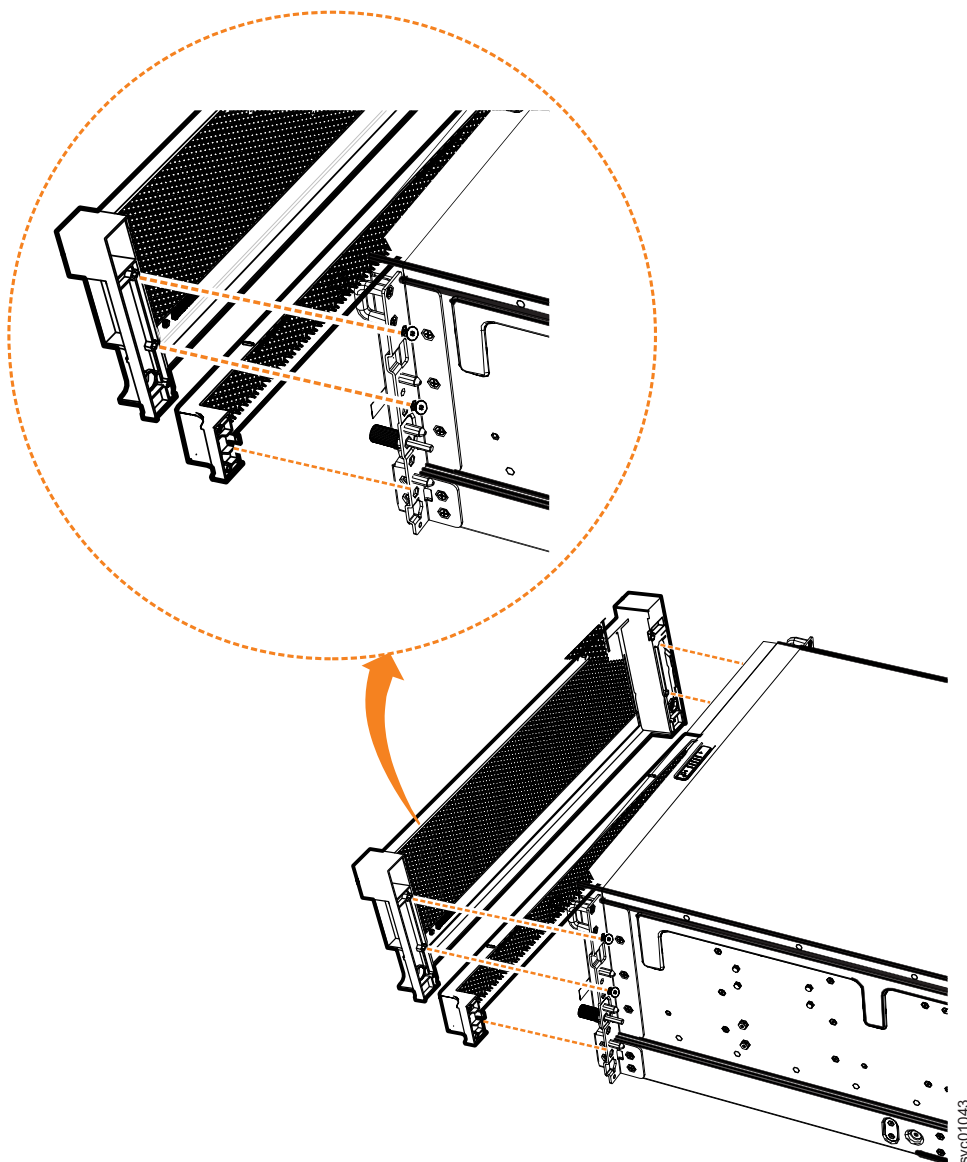

Figure 91. Remplacement des composants du panneau sur le boîtier d'extension
2. Alignez le panneau avant 4U avec le boîtier de sorte que les vis moletées passent par les trous de chaque côté. Comme le montre la figure 91, à la page 94, cette action aligne les trous de vis à l'arrière du panneau avec les trous de vis sur la bride avant du boîtier.
4. Remettez en place le panneau inférieur 1U qui couvre les blocs d'alimentation (PSU). Alignez le panneau avec le boîtier et poussez doucement jusqu'à ce qu'il s'enclenche sur le châssis, comme illustré dans la figure 91, à la page 94.